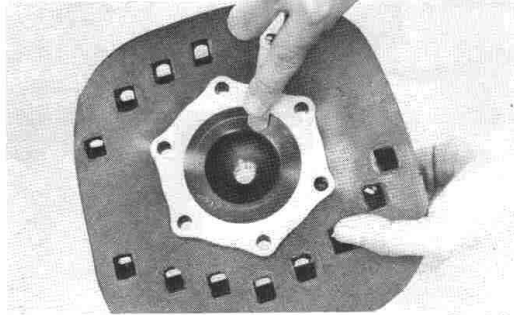

Fig. 3-4-1
2. Using a rounded scraper, remove carbon deposits from combustion chamber. Take care to avoid damaging the spark plug threads. Do not use a sharp instrument; avoid scratching aluminum. (Fig. 3-4-1)
2. En utilisant un grattoir arrondi, enlevez les dépôts de calamine de la chambre de combustion. Prenez soin d'éviter d'endommager le filetage de la bougie. N'utilisez pas un instrument tranchant; évitez de rayer l'aluminium. (Fig. 3-4-1)